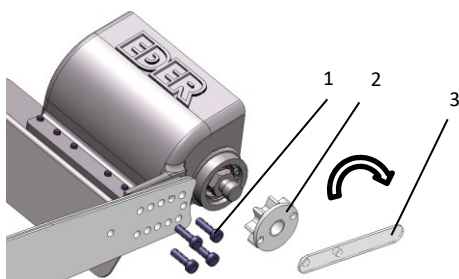

Fig. 2: Fissaggio della testa di scortecciatura al supporto
- > Serrare la rispettiva testa con le 4 viti M6x20 **(1 - Fig. 2)**. Controllare regolarmente il serraggio delle viti. La rispettiva testa può essere avvitata in diverse posizioni a seconda del modello di motosega. La corretta posizione di avvitamento è determinata dal fatto che la catena di trasmissione può essere sufficientemente tesa e anche serrata.
- > Avvitare il pignone di trascinamento sull' alloggiamento **(2 - Fig.2)** e serrare il pignone di trascinamento con la chiave a perno **(3 - Fig.2)**.